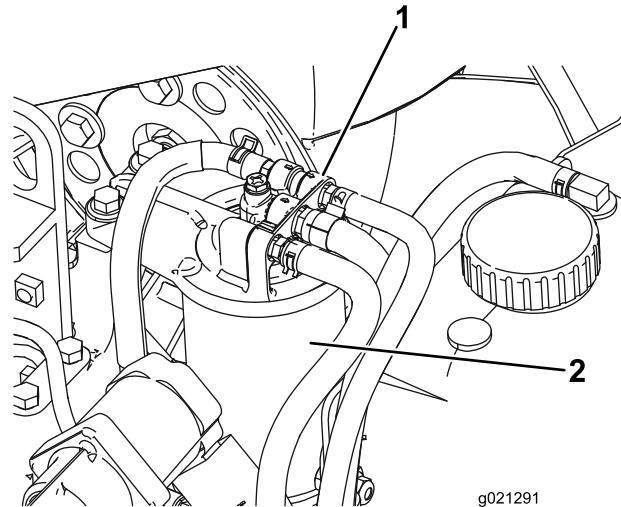

Bild 93
1. Reinigen Sie den Bereich um den Kraftstofffilterkopf (Bild 93).
2. Entfernen Sie den Filter und reinigen die Kontaktfläche (Bild 93).